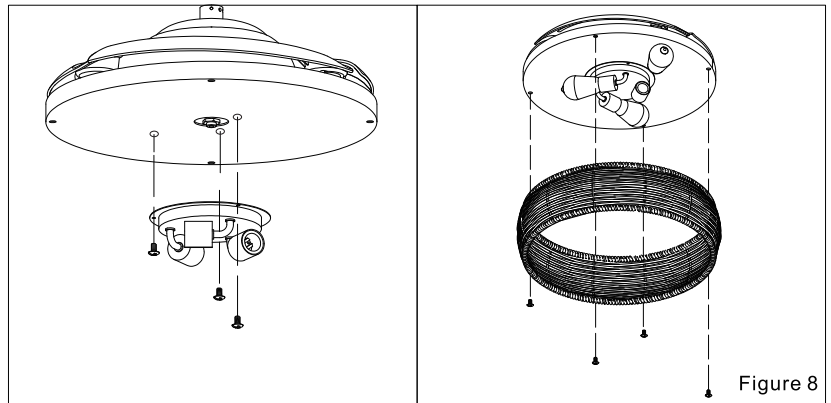

Figure 8
7. Fixez l'ensemble porte-lampe sur la plaque de lampe du moteur principal avec 3 vis, et enfin fixez l'abat-jour décoratif avec 4 vis, comme illustré à la Figure 8.